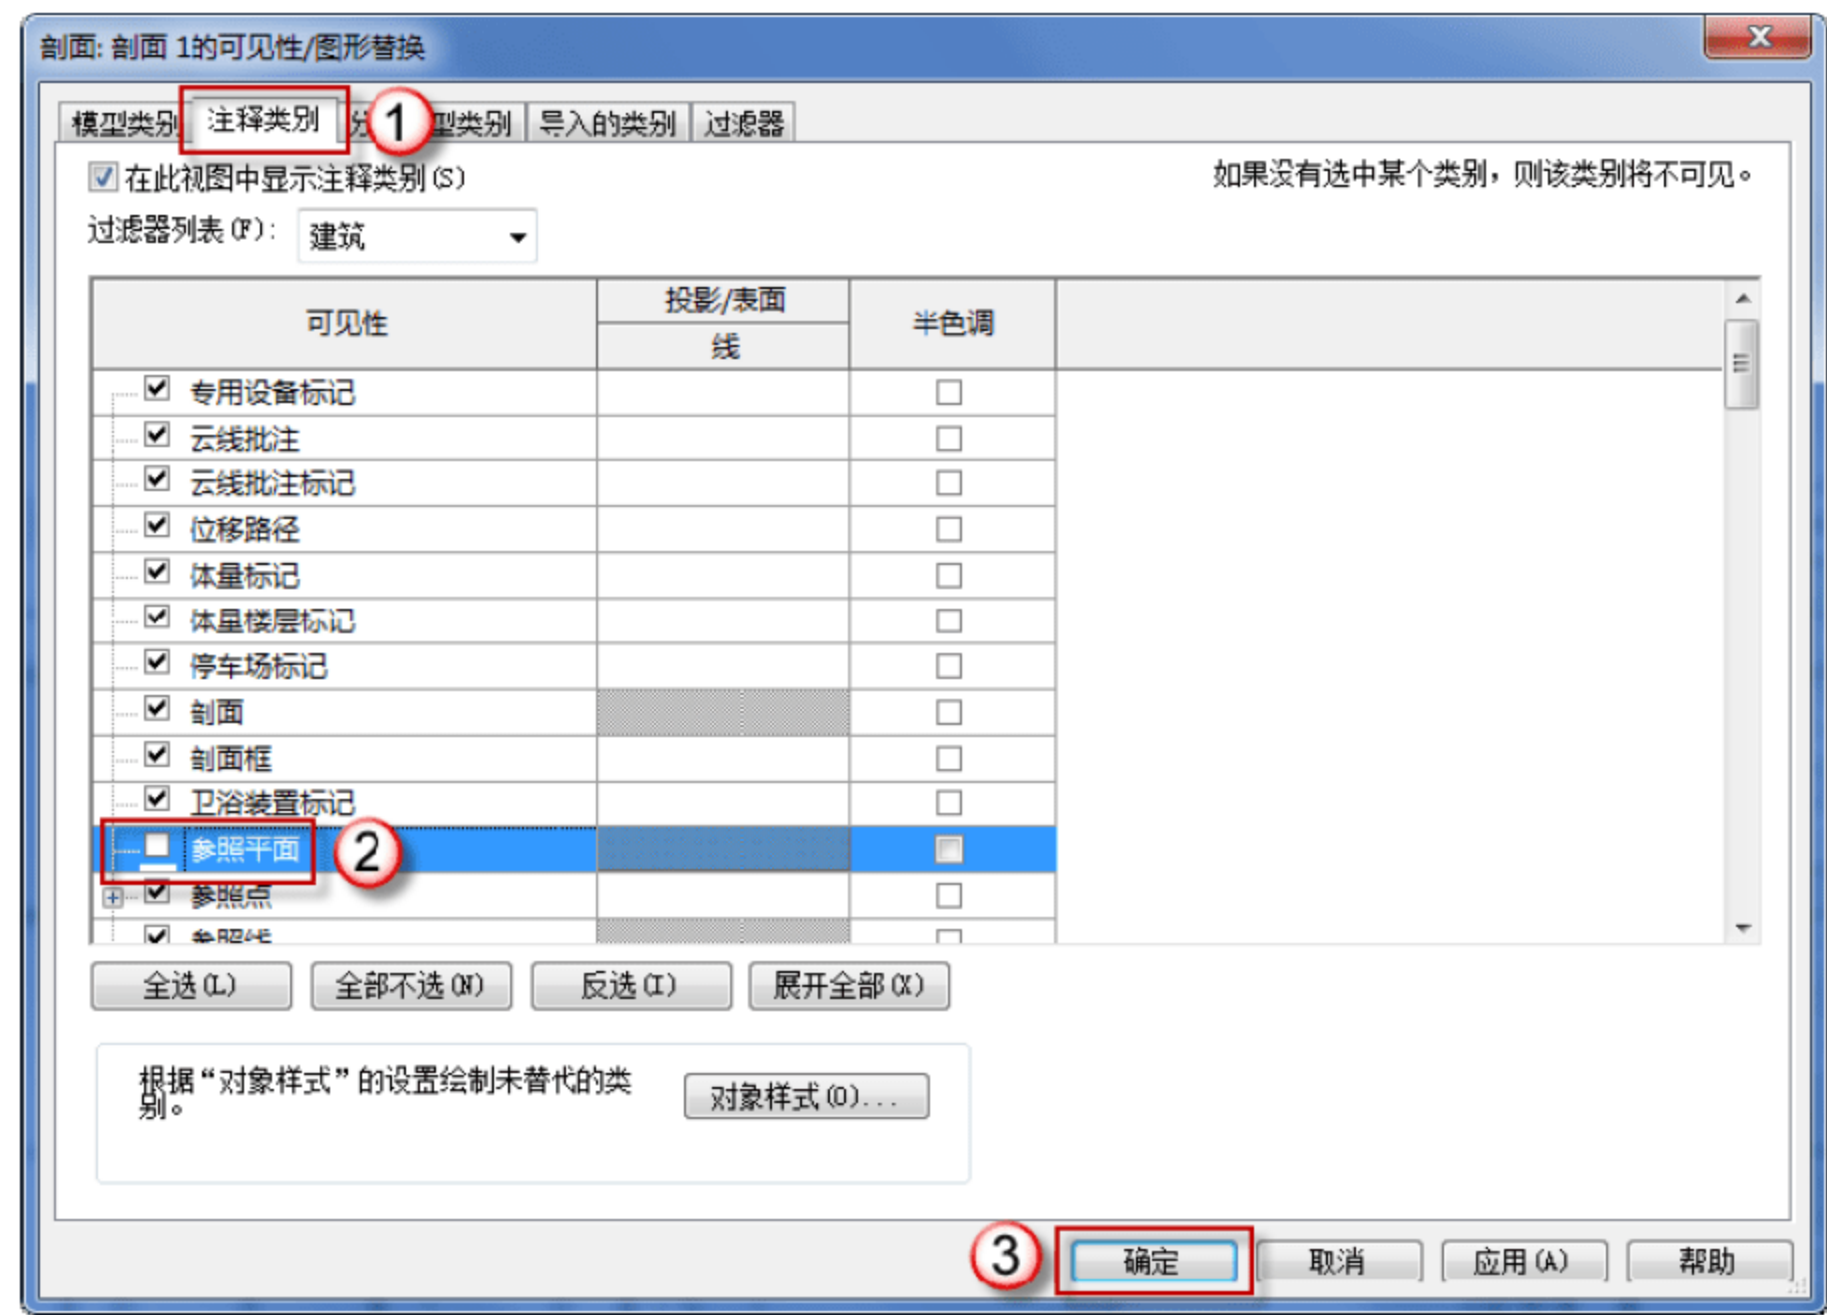

图 13.1.24 隐藏参照平面
(3) 隐藏参照平面。按两下快捷键 V，在弹出的“剖面：剖面 1 的可见性/图形替换”对话框中，选择“注释类别”选项卡，取消“参照平面”复选框的选择，单击“确定”按钮，如图 13.1.24 所示。